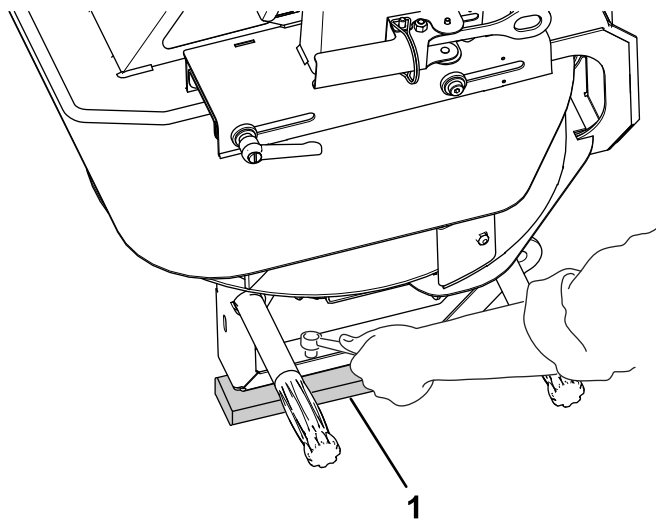

Bild 6
5. Entfernen Sie die vier Schrauben von den Stützen des Doppel-Tellerstreuers. Heben Sie den Doppel-Tellerstreuer mit einer anderen Person an und entfernen Sie die Verpackungsbolzen und das Verpackungsschaummaterial (**Bild 6**).